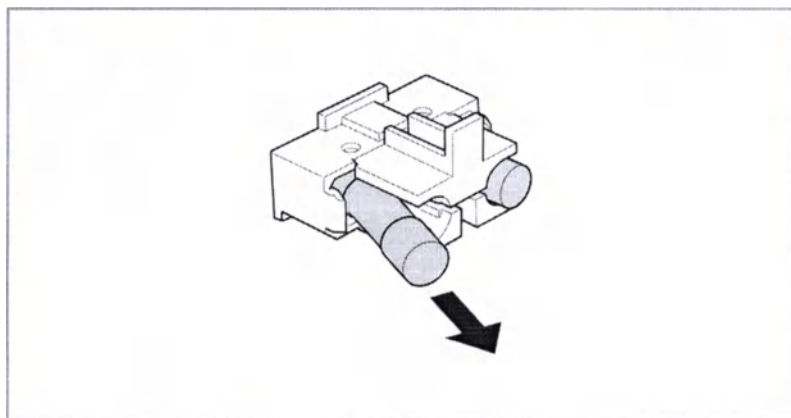

Рисунок 6.6
5. Вытолкните предохранители вбок и уберите их из блока предохранителей (см. рисунок 6.6).